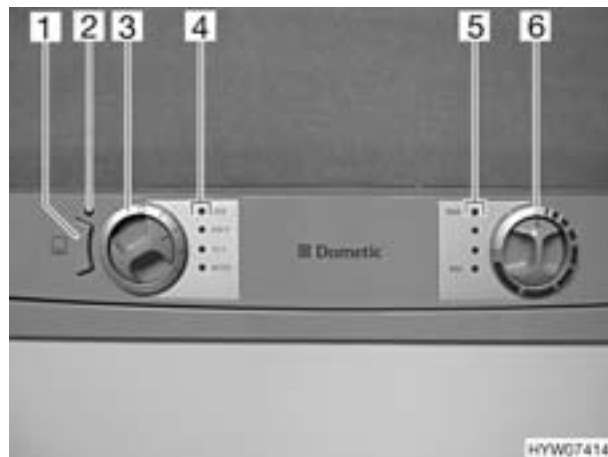

Bild 154 Bedienelemente für Kühlschrank
Bei hohen Außentemperaturen und hoher Luftfeuchtigkeit kann es zur Wassertropfenbildung am Metallrahmen des Frosterfachs kommen. Deshalb ist der Kühlschrank mit einer Rahmenheizung für das Frosterfach ausgestattet. Bei hohen Temperaturen und hoher Luftfeuchtigkeit die Rahmenheizung über die Taste (Bild 154,1) einschalten. So lässt sich Korrosion vermeiden. Wenn die Rahmenheizung eingeschaltet ist, leuchtet die Kontroll-Leuchte (Bild 154,2).
Ist die 230-V-Versorgung nicht angeschlossen und ist der Fahrzeugmotor ausgeschaltet, wählt das AES die Gasversorgung. Beim Anwählen des Gasbetriebs wird die Zündsicherung automatisch geöffnet, so dass Gas zum Brenner strömen kann. Gleichzeitig wird der elektronische Zünder eingeschaltet. Erlischt die Gasflamme, z. B. durch einen Luftzug, wird der Zünder sofort aktiviert und zündet das Gas wieder an. Bei Störung im Gasbetrieb blinkt die Kontroll-Leuchte "GAS" (Bild 154,4) rot.
- ▶ Im Tankstellenbereich ist das Betreiben offener Flammen verboten. Falls der Aufenthalt länger als 15 Minuten dauert, muss der Kühlschrank am Energie-Wahlschalter (Bild 154,3) ausgeschaltet werden.
Nach dem Einschalten wählt der Kühlschrank automatisch die mittlere Thermostateinstellung. Diese Einstellung kann manuell mit dem Drehregler (Bild 154,6) nachgeregelt werden. Die Kontroll-Leuchten (Bild 154,5) zeigen die gewählte Thermostateinstellung an. Mit dem Drehregler wird die Kühltemperatur für alle drei Energiearten eingestellt. Es dauert einige Stunden, bis der Kühlschrank die normale Betriebstemperatur erreicht hat. Beim Umschalten der Betriebsart wird die Thermostateinstellung beibehalten. Die Kühltemperatur wird unabhängig von der Energieart beibehalten.
- Mit dem Energie-Wahlschalter (Bild 154,3) die Energieart wählen. Die zugehörige Kontroll-Leuchte (Bild 154,4) leuchtet grün.
- Kühltemperatur am Drehregler (Bild 154,6) einstellen. Die Kontroll-Leuchten (Bild 154,5) zeigen die gewählte Thermostateinstellung.
Bei Störung im Gasbetrieb blinkt die Kontroll-Leuchte "GAS" (Bild 154,4) rot.
- Den Energie-Wahlschalter (Bild 154,3) auf "☐" drehen. Keine Kontroll-Leuchte (Bild 154,4) leuchtet mehr.